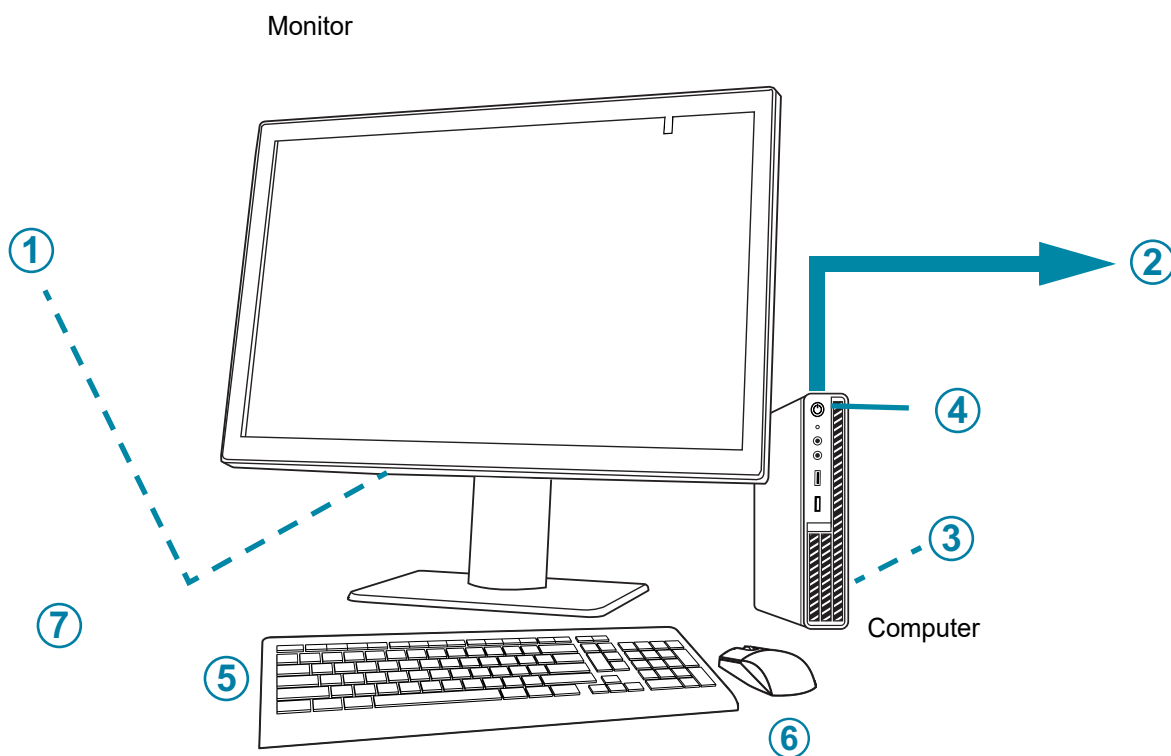

Figura 1-1-2 Componenti della stazione di revisione
Legenda della Figura 1-1-2
①	Pulsante di alimentazione del monitor, sotto il coperchio del vano connettori
②	Collegamento al server di gestione immagini (descritto nella Figura 1-1-2)
③	Scheda unità di elaborazione grafica (GPU), installata nel computer
④	Pulsante di alimentazione del computer, la posizione varia a seconda del modello di computer
⑤	Tastiera del computer
⑥	Mouse del computer
⑦	Scanner per codici a barre (opzionale, non mostrato nella Figura 1-1-2)